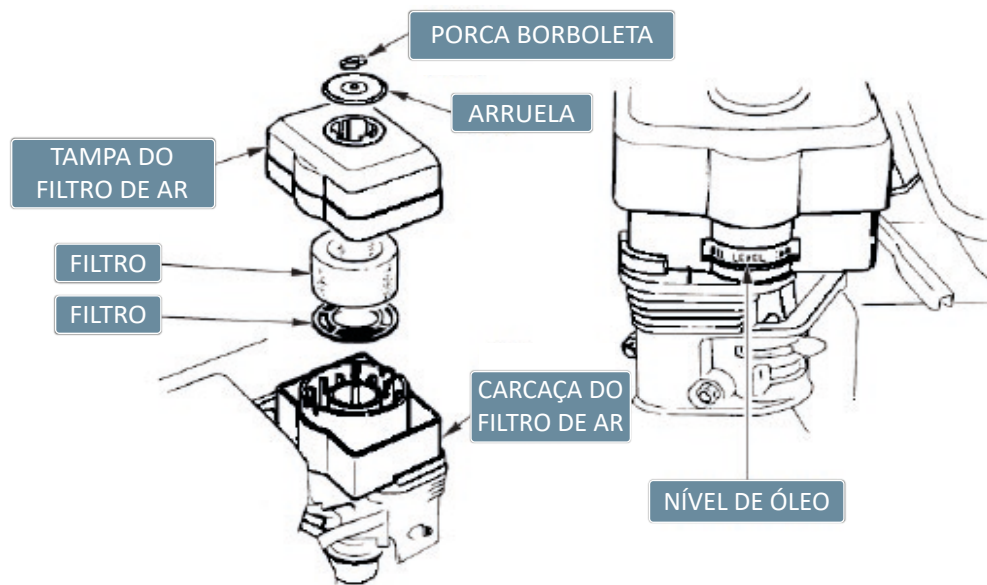

Figura 2
1. Remova a porca borboleta, remova a tampa do filtro de ar e a tampa (Figura 2).